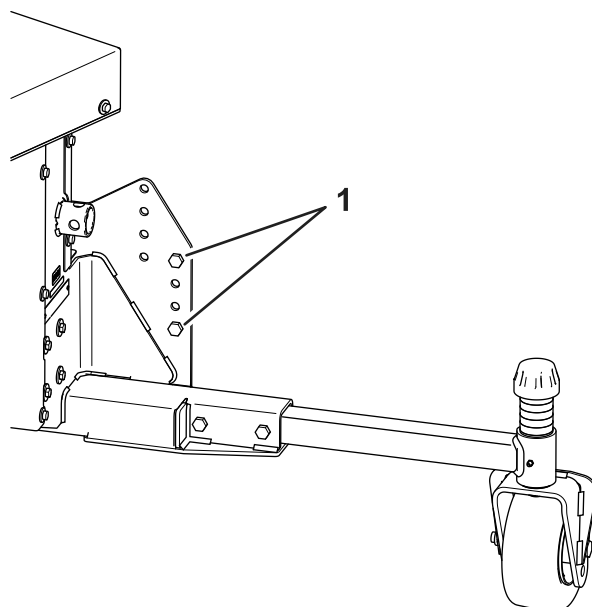

図 9
14. クレーンを脇にずらし、ストラップで吊った状態でキャスタホイールとジャッキスタンドが床面に接触するまでブローを下降させる図 9。